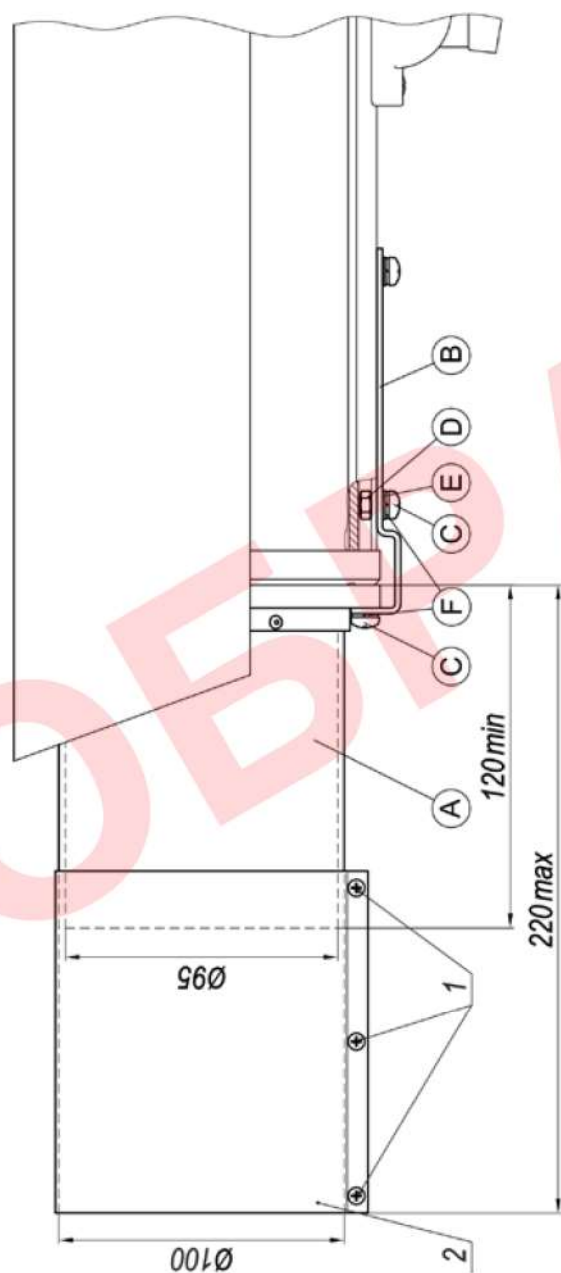

Рис.1 Установка бленды защитной на видеокамеры в термокамерах ТГБ-4Г Ex, ТГБ-4Р Ex
1. Габаритные размеры	см. рис.1
Установка бленды защитной на видеокамеры в термокожухах ТГБ-4Г Ех, ТГБ-4Р Ех показана на рис.1.
Для изменения длины бленды необходимо ослабить винты поз.1 (рис.1,2), переместить хомут поз.2 на нужное расстояние, после чего винты затянуть.